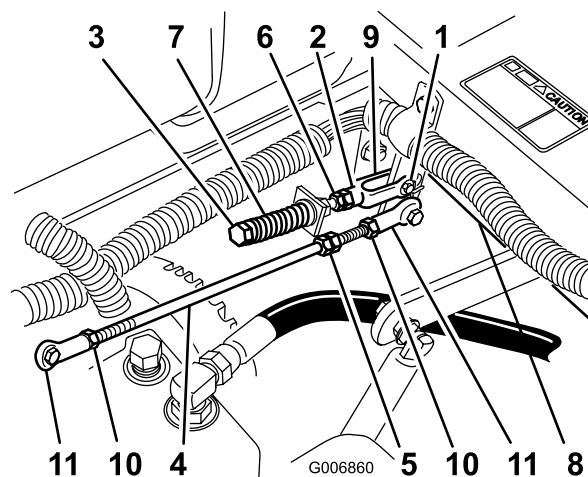

Figure 61
8. Si un réglage s'impose, desserrez l'écrou et l'écrou de blocage vissés contre la chape (Figure 61).
9. Appliquez une légère pression à l'arrière du levier, et tournez la tête du boulon de réglage dans le sens voulu pour centrer le levier à la position de verrouillage du point mort (Figure 61).
10. Serrez l'écrou et l'écrou de blocage (Figure 61).